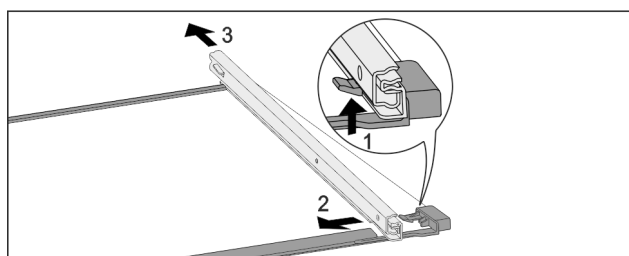

Fig. 265 Płyta szklana z szynami
- ▶ Wcisnąć przedni hak ryglujący do góry. Fig. 265 (1)
- ▶ Wsunąć prowadnicę w bok Fig. 265 (2) i do tyłu Fig. 265 (3).